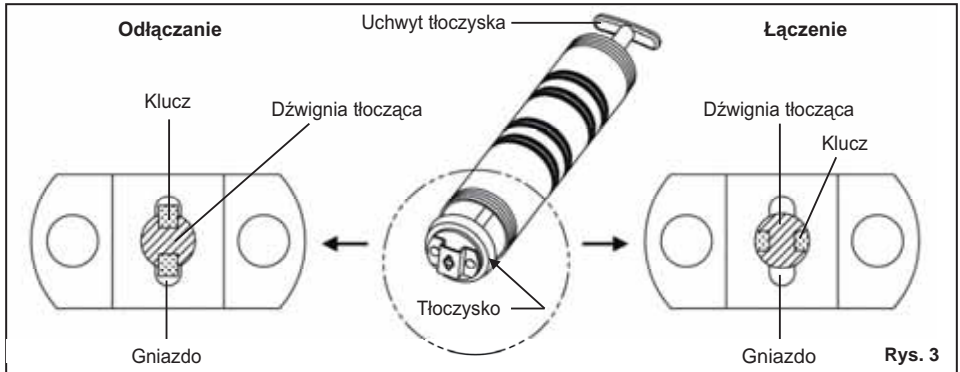

Rys. 2
- Zdjąć pokrywę nowego naboju ze smarem i włożyć nabój do tuby zbiornika. Następnie wyciągnąć zaślepkę tylną za uchwyt. Patrz rys. 2.